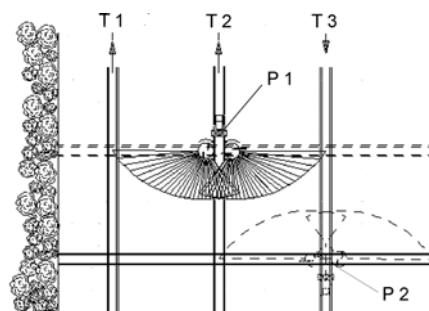

Fig. 30
**Skoddene skal åbnes ca. ved punkt P1** (Fig. 30), når traktoren passerer kørespor 2. på forageren (stiplet linie).
**Skoddene skal lukkes ved punkt P2** (Fig. 30), når traktoren er på højde med det første kørespor på forageren.